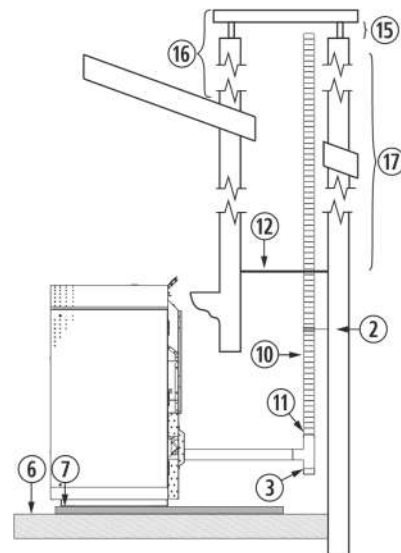

Figura 10
4.28. La instalación de un encastrable en una chimenea de obra se puede realizar en toda su totalidad en tubo flexible, tal y como indica la *figura 10*. Debemos tener especial cuidado a la hora de realizar el aislamiento entre la chimenea y el tubo de la salida de gases, para evitar posibles retrocesos de gases en caso de tormenta.
②	Abrazadera de sujeción de acero inoxidable.
③	Te de 90° con registro.
⑥	Suelo de madera.
⑦	Protector del suelo no combustible.
⑩	Tubo flexible de acero inoxidable.
⑪	Manguito unión rígido a flexible.
⑫	Aislante anti retroceso.
⑮	Mínimo 200mm.
⑯	Debe sobrepasar 1 metro el tejado.
⑰	Mayor a 8m aumentaremos una medida.